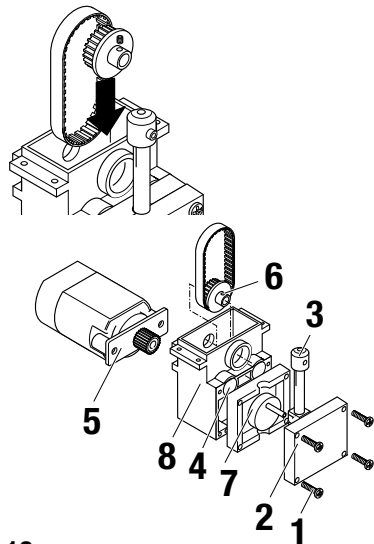

Fig. 10
- Вывернуть винты 1 (рис. 10) и удалить направляющую планку 2 с поршнем 3.